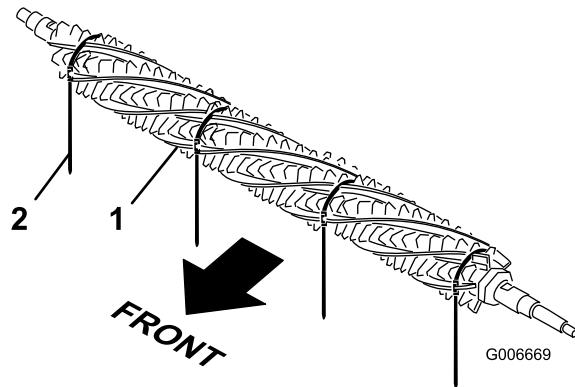

図 21
1. グルーマリールの一方の側から、ブラシを差し入れ、グルーマリールの各溝にブラシが入るようにセットする図 21。